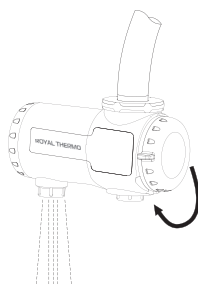

Рис.2
2) Поверните переключатель водонагревателя вверх (рис.2), индикатор температуры покажет степень нагрева воды. Степень нагрева воды связана с протоком воды в смесителе: чем меньше проток, тем выше температура.